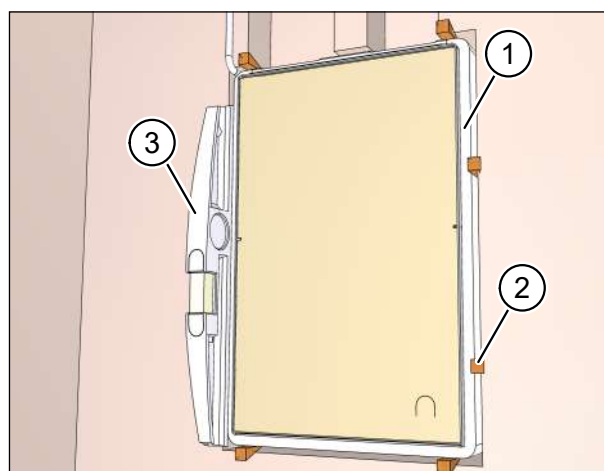

Fig. 24: Fissaggio della cassetta a muro
- ▶ Fissare la cassetta a muro (pos. 1 nella Fig. 24) nell'apertura del muro sul lato interno ed esterno con cunei o cuscini pneumatici (pos. 2 nella Fig. 24).
- ▶ Con l'aiuto della livella a bolla, allineare la cassetta a muro (pos. 3 nella Fig. 24) perpendicolarmente e a livello rispetto alla parete.